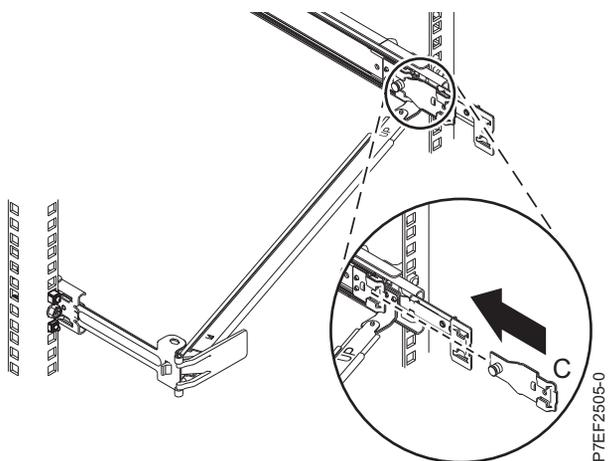

Figura 14. Instalando o suporte de montagem no trilho deslizante
6. Conecte o suporte de parada de organização de cabos (B) ao slot na parte interna do trilho deslizante esquerdo deslizando o suporte de parada (B) para o trilho deslizante até que o pino com molas se encaixe no lugar. Para obter detalhes, consulte Figura 14 na página 10.